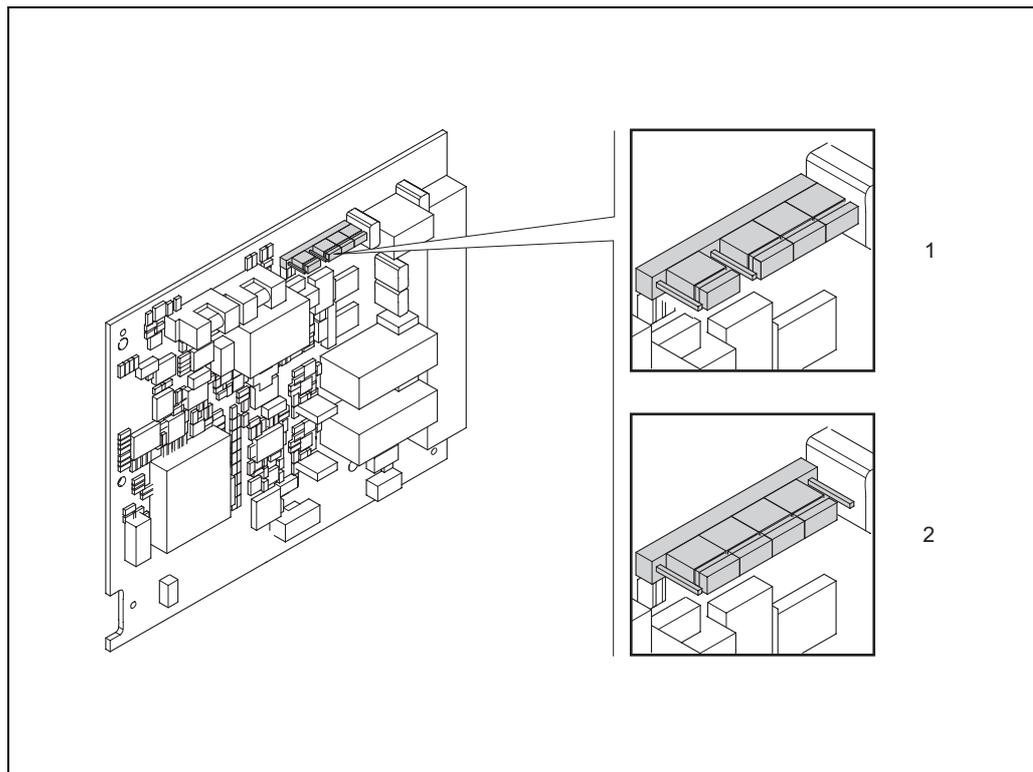
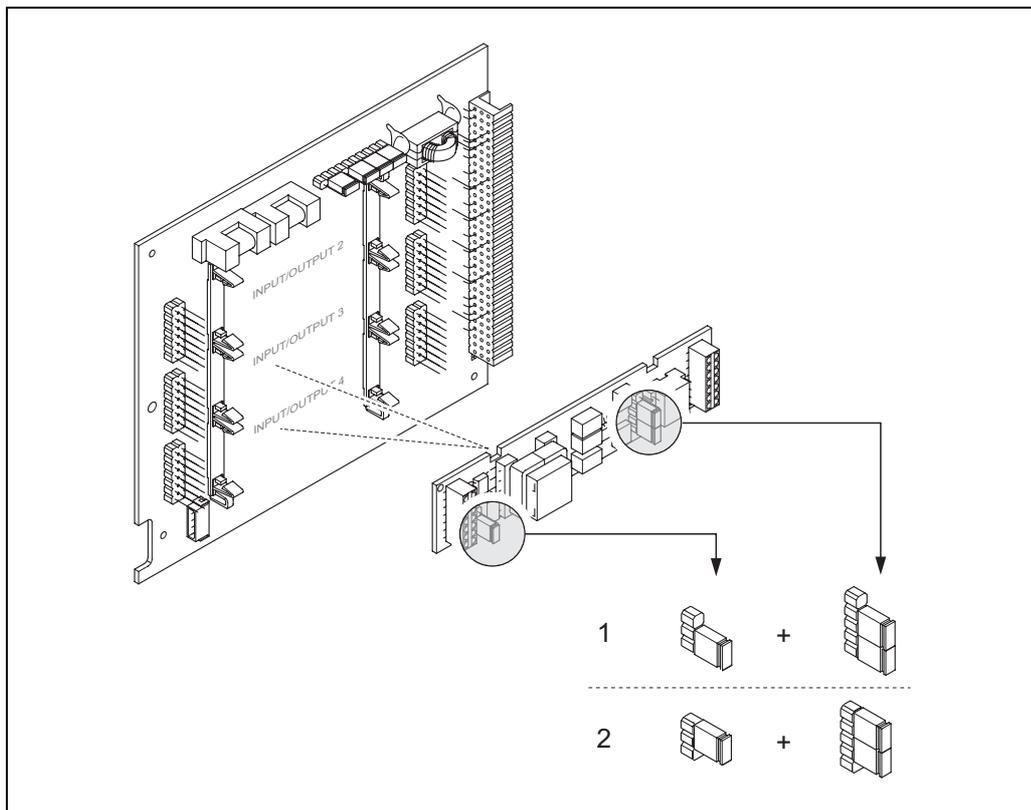

Fig. 52: Configurazione dell'uscita in corrente per mezzo dei ponticelli (scheda di I/O fissa)
Fig. 53: Configurazione dell'ingresso in corrente per mezzo dei ponticelli (scheda di I/O)
3. Posizionare i ponticelli → Fig. 52, Fig. 53